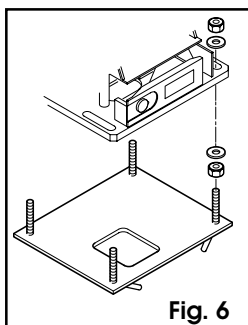

Fig. 6
6) Fissare l'operatore sulla piastra di fondazione utilizzando le viti e rondelle in dotazione come da fig. 6.